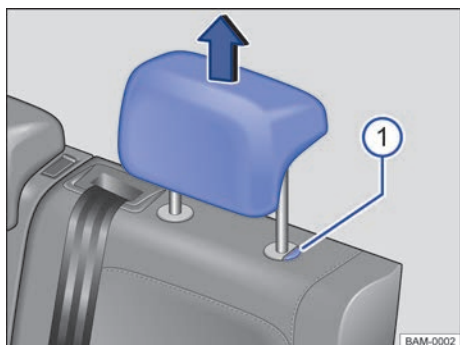

Fig. 68 Apoios para cabeça traseiros: desinstalar.
- Retirar o apoio para cabeça com o botão → Fig. 68 ① pressionado.
- Empurrar o apoio para cabeça para baixo com o botão → Fig. 68 ① pressionado.